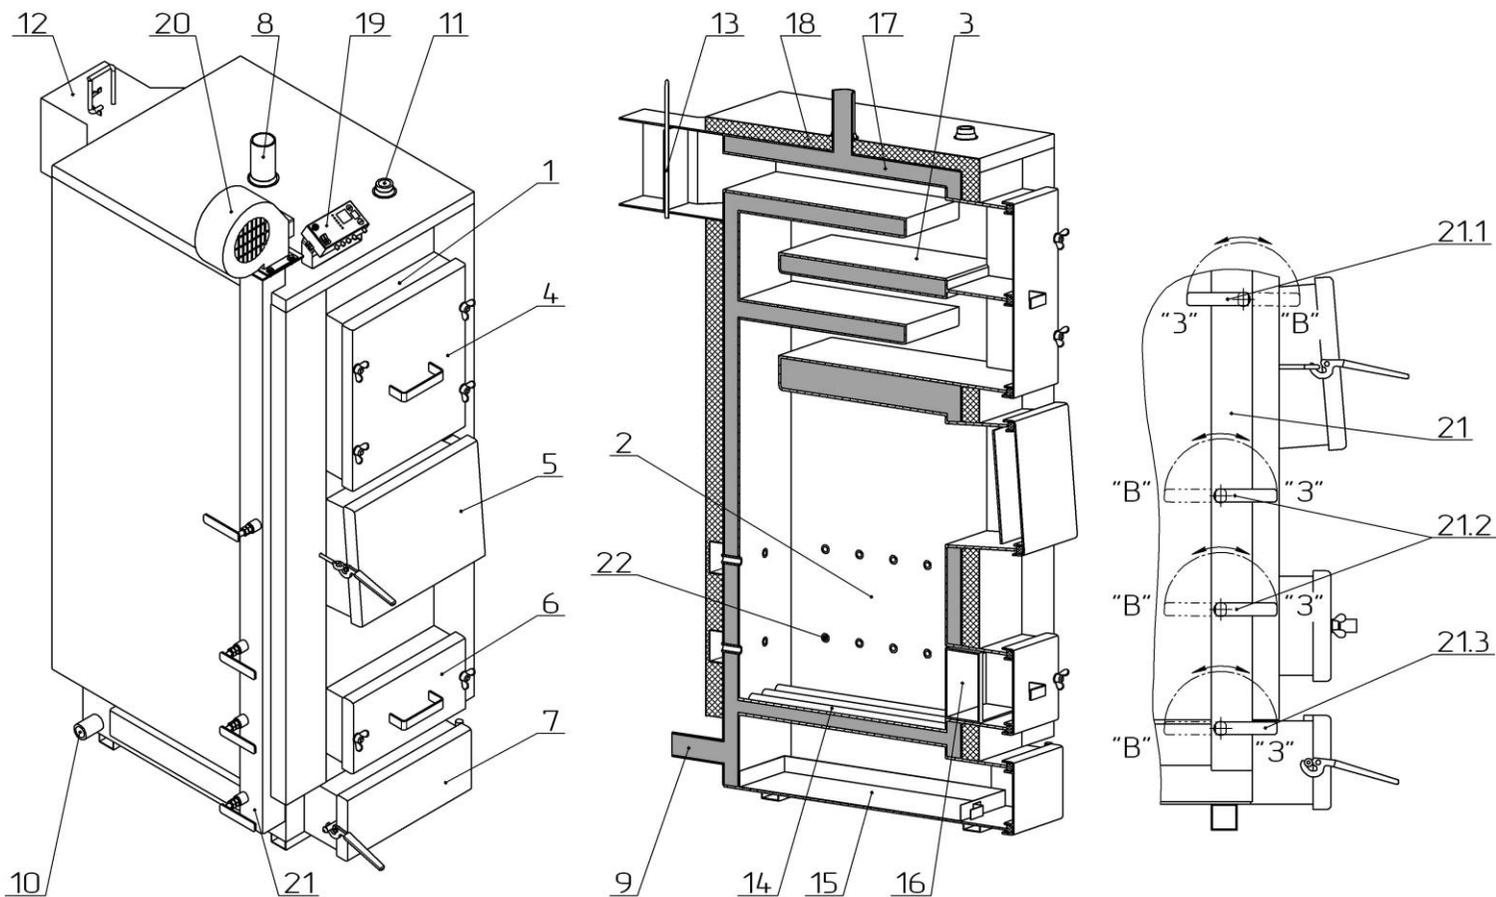

Рисунок 2 – Зовнішній вигляд та основні елементи котла
Конструктивно котел являє собою збірно-зварену конструкцію, що складається з корпусу (поз. 1, рис. 2) з камерою згоряння (топкою) (поз. 2, рис. 2). Над топкою розташована конвекційна частина котла (поз. 3, рис. 2), що являє собою високоефективний чотирьохходовий теплообмінник.
Корпус котла виконаний в формі паралелепіпеду з подвійними стінками, які розділені водними перегородками (поз. 17, рис. 2). На зовнішній поверхні корпусу під декоративною обшивкою закріплена теплова ізоляція. (поз. 18, рис. 2).
Паливо для процесу спалення завантажується на колосникові ґрати (поз. 14, рис. 2) крізь завантажувальні дверцята (поз. 5, рис. 2). Колосникові ґрати виконані з товстостінних безшовних труб по яких постійно циркулює вода з водяної оболонки котла, що унеможливує їх прогорання. Згоряння палива в топці відбувається за участю повітря, яке постачається по каналу подачі повітря (поз. 21, рис. 2) припливним вентилятором (поз. 20, рис. 2). Кількість повітря, необхідного для процесу згоряння, регулюється автоматично блоком автоматики управління (поз. 19, рис. 2).
Підведення і відведення теплоносія здійснюється відповідно через патрубки зворотної мережної води (поз. 9, рис. 2) і прямої мережної води (поз. 8, рис. 2).
Топочні гази виходять у димохід крізь боров (поз. 12, рис. 2), розташований у задній частині котла. Боров обладнано вбудованим дросельним клапаном продуктів згоряння – шибером (поз. 13, рис. 2). У випадку надто високої тяги у димоході шибер дає можливість її знизити шляхом часткового перекидання вихідного отвору борова.
Зола, яка утворюється в процесі згоряння палива, зсипається в нижню частину корпусу котла в якій розташована висувна полиця для золи – зольник (поз. 15, рис. 2).
У верхній частині корпусу котла розташований штуцер для встановлення групи безпеки котла (поз. 11, рис. 2).
На бічній стінці корпусу у нижній її частині розміщено штуцер для зливу води з котла (поз. 10, рис. 2).
- дверцята для періодичного обслуговування (чищення) конвекційної частини котла (поз. 4, рис. 2);
- ревізійний дверцята (поз. 6, рис. 2) для періодичного чищення колосникових ґрат;
- дверцята зольника (поз. 7, рис. 2) для можливості спорожнення висувної полиці – зольника.